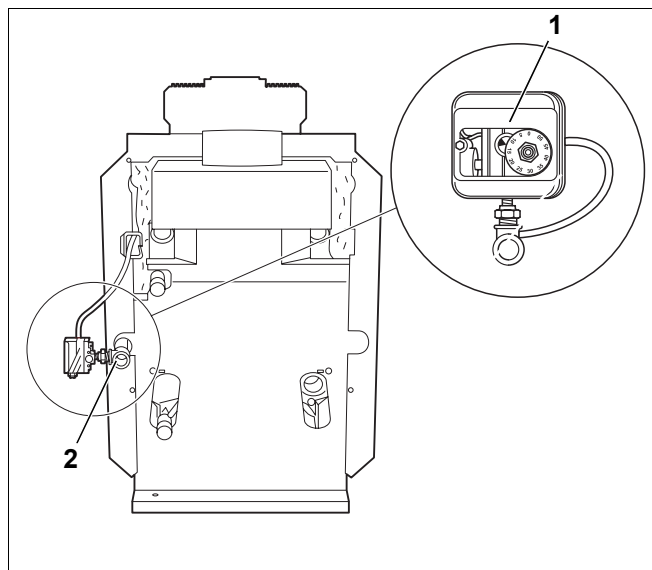

Fig. 20 Realizarea racordului de gaz
- Racordarea fără tensiune a conductei de gaz la racordul de gaz (Fig. 20, **Poz. 2**).
- În cazul gazelor lichefiate odată cu duzele aferente și presostatul de gaz corespunzător care sunt livrate se utilizează nipluri reductoare (Fig. 20, **Poz. 1**) pentru racordul la gaz (Fig. 20, **Poz. 2**) a cazanului de încălzire, și se înșurubează la conducta de gaz în sus sau în afară.